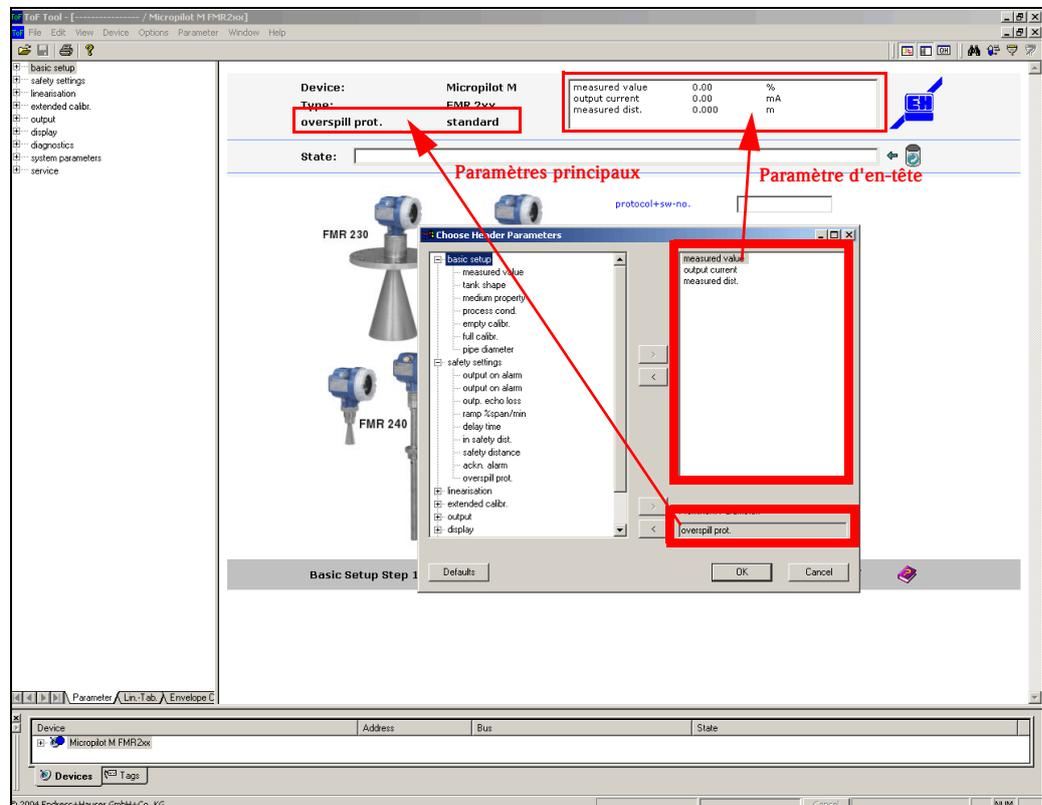

Fig. 38 : Affichage des paramètres de l'appareil dans l'en-tête
3. Les paramètres de la liste de sélection sont affichée en permanence dans la "zone d'en-tête" de la vue de configuration (voir fig. 38). Ce réglage est sauvegardé dans ToF Tool pour chaque type d'appareil (par ex. FMR, FMU, FMP, etc.). A chaque démarrage du programme, cette information est alors disponible pour l'appareil sélectionné pour configuration dans la liste.